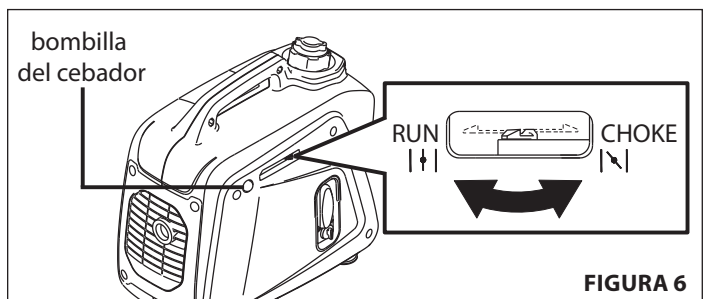

FIGURA 6
4. Presione la bombilla del cebador seis veces con el estrangulador en la posición **RUN** (Arrancar). **CONSULTE LA FIGURA 6**
5. Mueva la palanca del estrangulador a la posición **CHOKE** (Estrangular). **CONSULTE LA FIGURA 6**
8. Mueva la palanca del estrangulador de regreso a la posición **RUN**. **CONSULTE LA FIGURA 6**